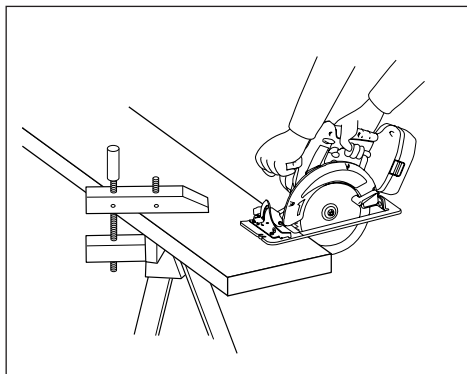
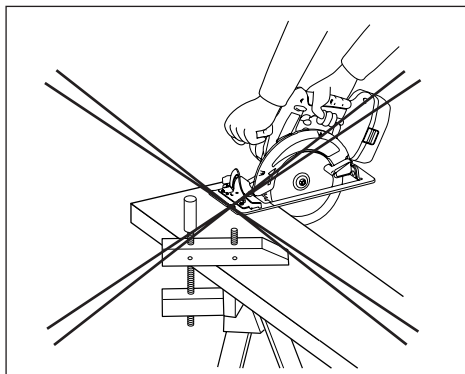

Fig. 12
Fig. 13
1. Coloque la parte más ancha de la zapata en la parte de la pieza de trabajo que está soportada sólidamente (Consulte la Fig. 12), nunca en la sección que caiga cuando se haga el corte (Consulte la Fig. 13). Sujete firmemente la sierra para evitar perder su control. El trabajar sin cuidado podría causar daños personales serios.